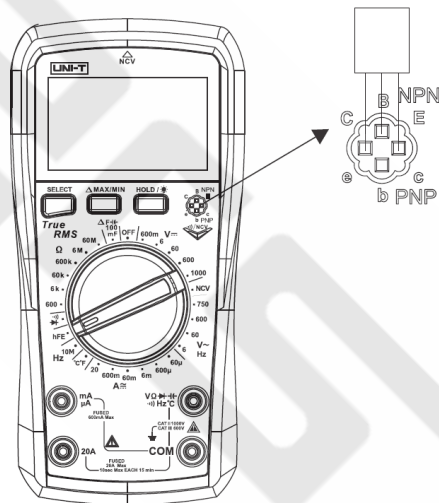

Рисунок 5
5. Измерение hFE транзисторов (Рисунок 5)